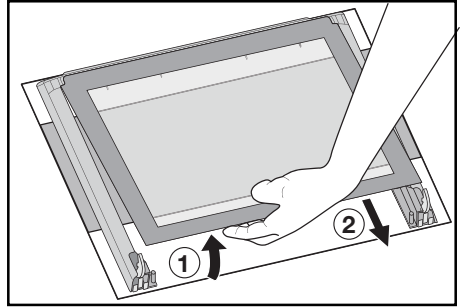

Figura 7
- 9) ridicați ușor și înlăturați cu atenție geamul superior prevăzut cu un cadru decorativ pe toate cele 4 laturi (Figura 7).